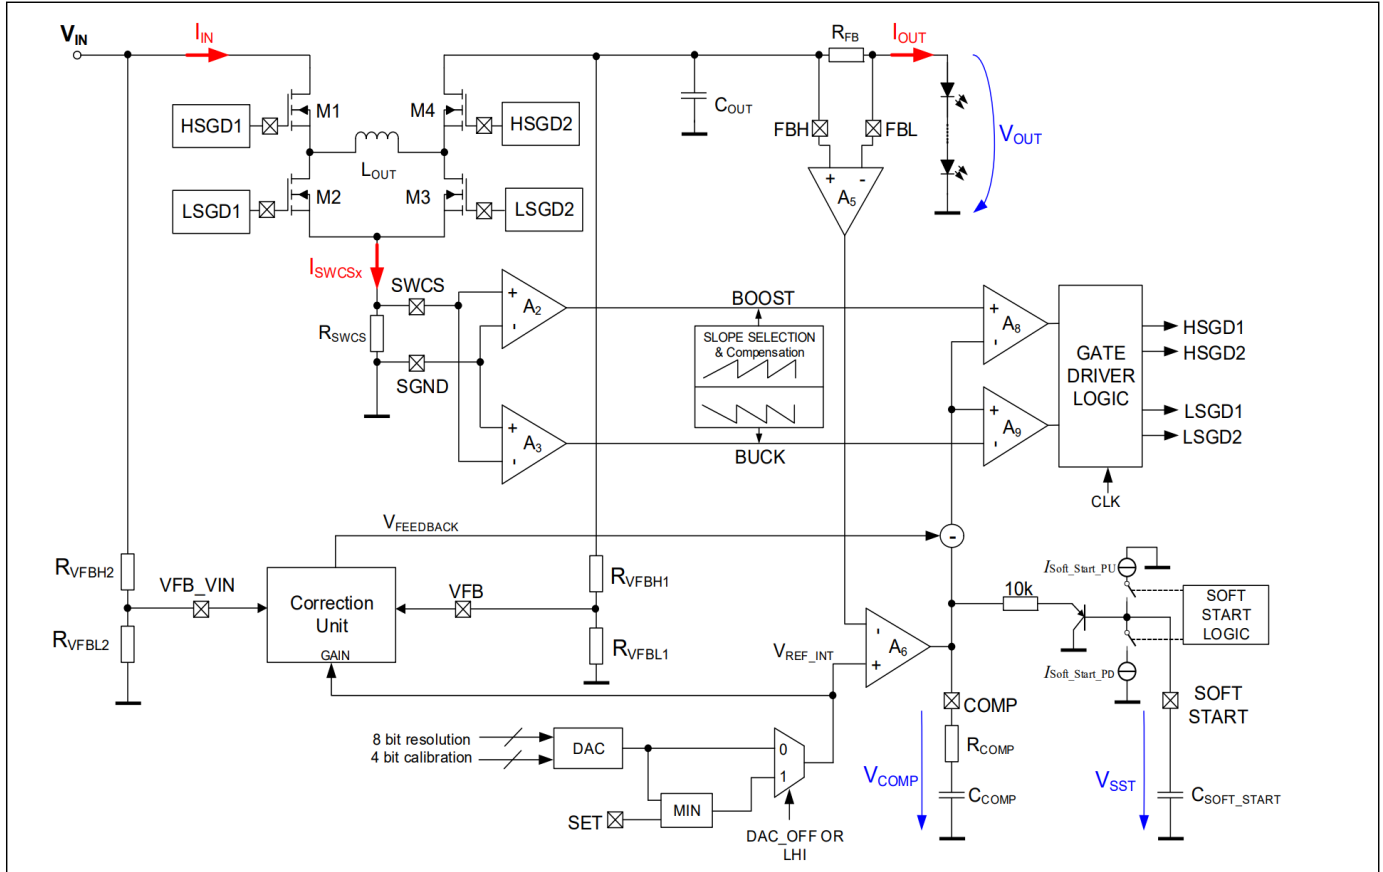

图 7 稳压器框图 - TLD5542-1
控制环路框图如图 7 所示，显示了典型的恒流应用。 R_{FB} 两端的电压决定输出电流。
英飞凌专有的校正单元（见**图 7**）可确保在 MFS 架构下实现最佳性能，最大限度地降低补偿电压对模拟调光值的依赖，并减少负载突升时的过冲现象。
- 通过限制 V_{comp} （图 7）来限制升压模式下的输入浪涌电流和输出过冲。
软启动例程通过缓冲器钳位 COMP 引脚来限制升压模式下的浪涌电流，如图 7 所示。因此，只有当软启动电容器足够大于 COMP 电容器时，该功能才有效。